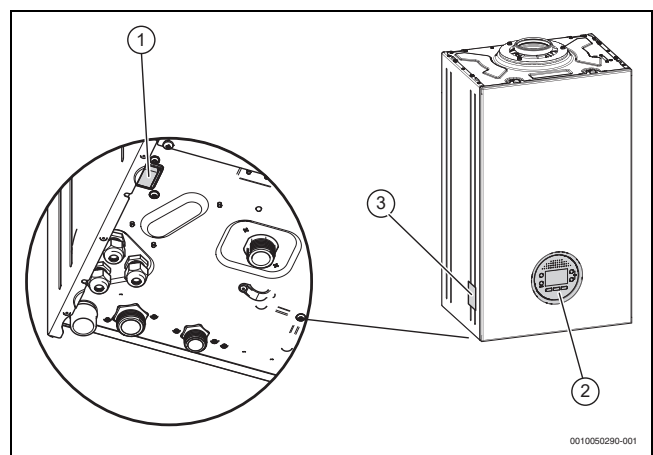

Fig. 1 Aperçu du produit
- Allumer l'appareil avec l'interrupteur marche/arrêt (→ Figure 1, page 4).
- ▶ Éteindre l'appareil via l'interrupteur MARCHE/ARRÊT (→ Figure 1, page 4).